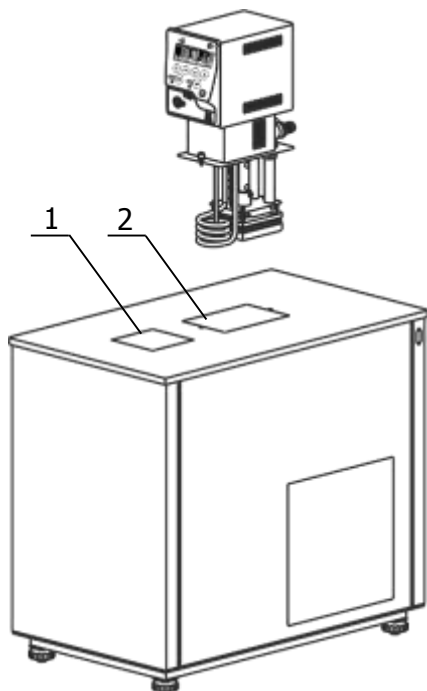
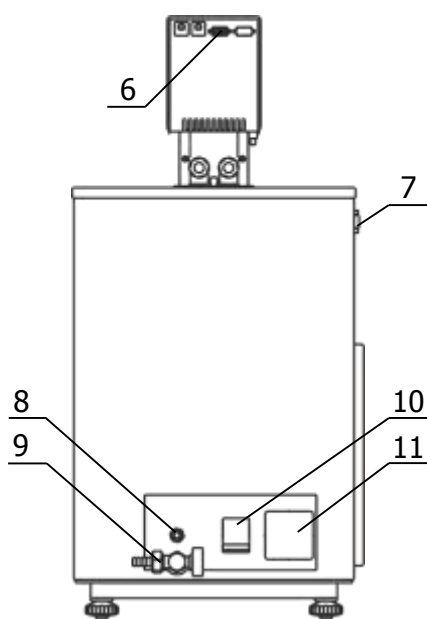

Рисунок 2 — Установка блока регулирования
Рисунок 4 — Задняя панель термостата
2.2.3 Погрузить блок регулирования температуры в отверстие 2 (рисунок 2) и закрепить его винтовыми фиксаторами на крышке термостата.
2.2.4 К переливному штуцеру 8 (рисунок 4) присоединить гибкий шланг, второй конец которого опустить в емкость для сбора излишков теплоносителя объемом 1.5–2 литра.
2.2.5 Заполнить ванну термостата теплоносителем через отверстие над рабочей зоной 1 (рисунок 2) до момента начала слива теплоносителя из переливного штуцера 8 (рисунок 4).
2.2.7 Вставить вилку сетевого кабеля блока регулирования в розетку 11 (рисунок 4). Соединить кабелем из комплекта поставки блок регулирования (разъем 6) и холодильную машину (разъем 7). Сетевой кабель термостата подключить к питающей сети напряжением 220 В. Для этого в лабораторном помещении должна быть установлена электрическая розетка из комплекта поставки термостата.
2.2.8 Автоматический выключатель 10 (рисунок 4) перевести в положение «включено».
2.2.9 Включить блок регулирования в соответствии с документом ТКЛШ 3.222.009-17 РЭ «Блок регулирования температуры погружной циркуляционный М17 серии МАСТЕР». При работе циркуляционного насоса уровень теплоносителя во внутренней ванне понизится. Доливать теплоноситель следует до тех пор, пока он не начнет переливаться через штуцер 8 (рисунок 4).
2.3.2 Надеть сливной шланг из комплекта поставки на кран 9 (рисунок 4) и закрепить его хомутом. Свободный конец шланга опустить в емкость для сбора теплоносителя объемом не менее 30 литров.